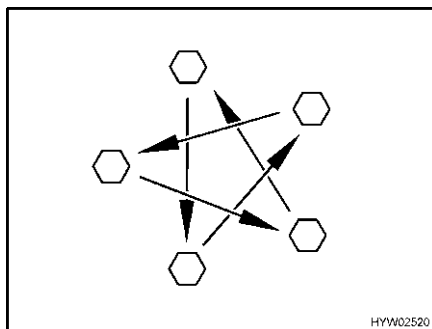

Fig. 192 Serrare a croce i dadi o i bulloni delle ruote
- Controllare regolarmente il serraggio dei dadi o dei bulloni. Regolare a croce (Fig. 192) il serraggio dei dadi o dei bulloni di una ruota sostituita dopo circa 50 km.
- ▷ Serrare a croce i dadi o i bulloni delle ruote (Fig. 192).